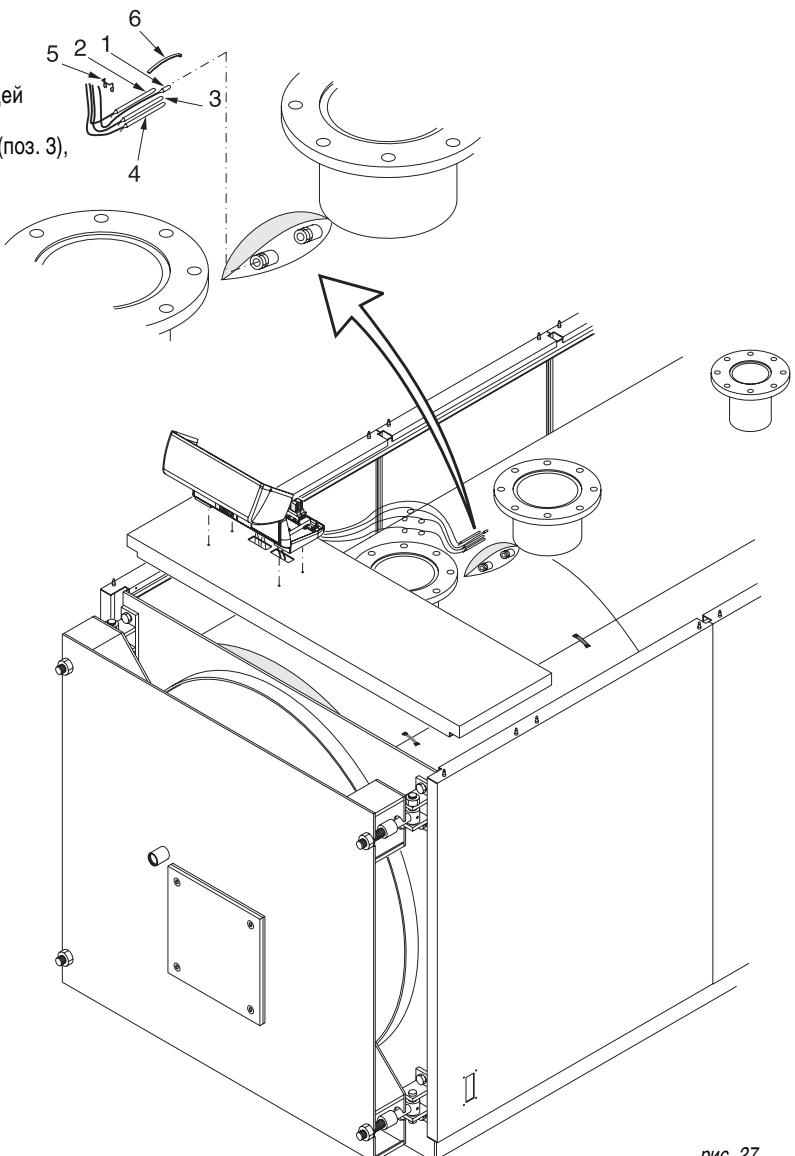

рис. 27
F) Вставьте датчики приборов в манжеты, как показано на рис. 27 и подключите пульт управления к электропитанию, к горелке, насосам, и т.д. Закройте крышку панели управления.
- E) Вставьте датчики приборов в манжеты, как показано на рис. 27 и подключите пульт управления к электропитанию, к горелке, насосам, и т.д. Закройте крышку панели управления. Проведите кабель горелки через зажимную
- E) Вставьте датчики приборов в манжеты, как показано на рис. 27 и подключите панель управления к электропитанию, к горелке, насосам, и т.д. Закройте крышку панели управления. Проведите кабель горелки через зажимную панель проводов (поз. 7) со стороны его выхода и зафиксируйте кабель при помощи прилагаемого хомута. Зафиксируйте маленькие панели (поз. 7) на боковых панелях обшивки. С обратной стороны котла аккуратно соедините выходящие электрические кабели в связку при помощи прилагаемого зажима.
Произведите установку датчиков в погружную гильзу, расположенную в верхней части котла (см. рис. 27) в следующей последовательности: датчик температуры (поз. 1), термостат рабочей температуры (поз. 2), предохранительный термостат (поз. 3), термостат минимальной температуры (поз. 4). Для улучшения контакта с котлом, рекомендуется опустить датчики на самое дно погружной гильзы.